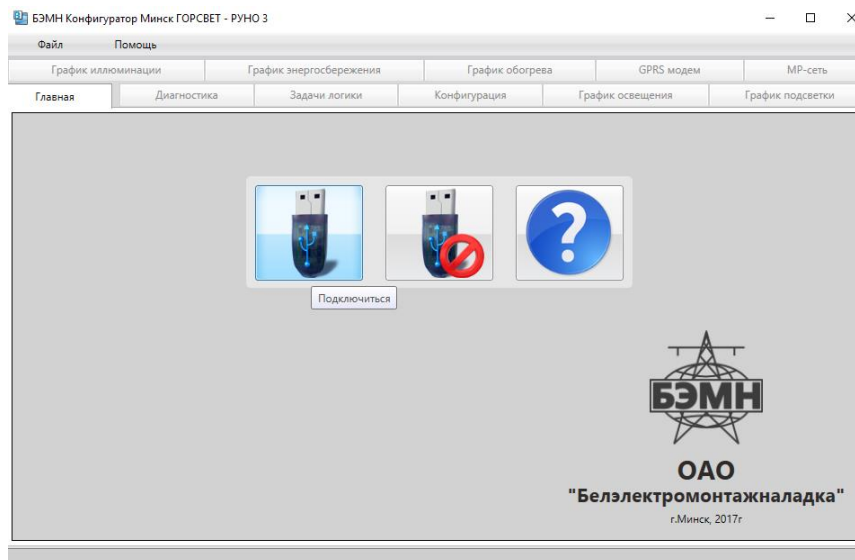

Рисунок 5.2 – Окно БЭМН конфигуратора РУНО 3
- запустить на ПК программу «БЭМН Конфигуратор РУНО 3» (рисунок 5.2);